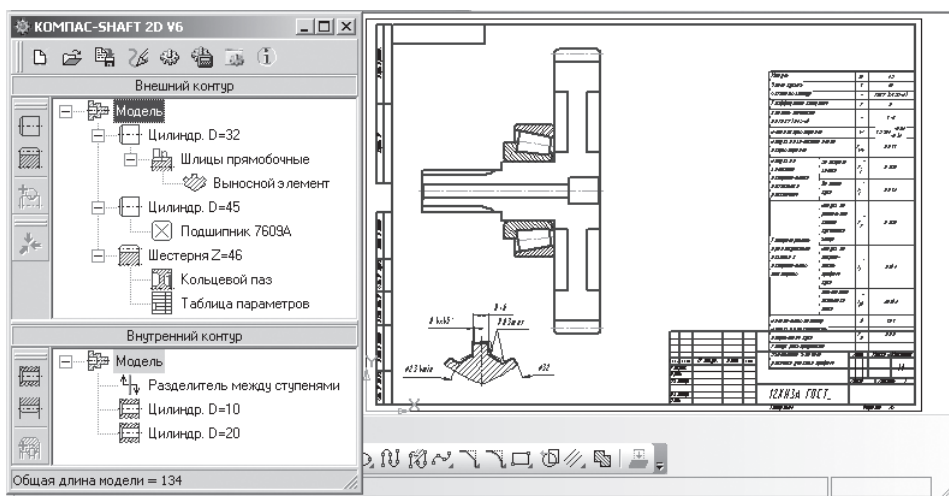

Рис. 3.50. Возможное местоположение таблицы параметров на чертеже
- переместите таблицу параметров в нужное вам место. Возможное местоположение таблицы параметров на чертеже показано на рис. 3.50;